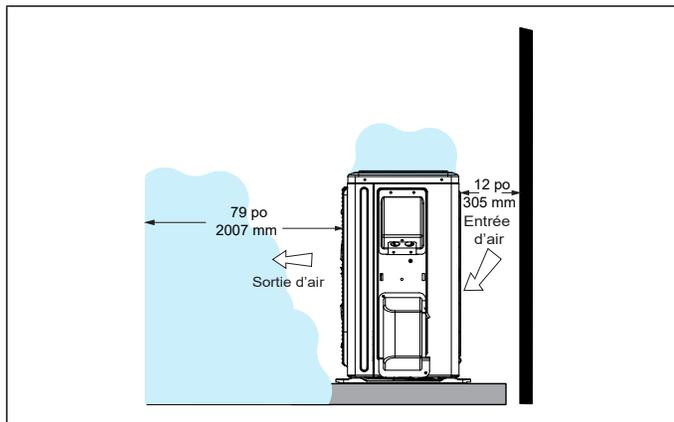

Figure 11. Débit d'air d'une unité extérieure obstruée par de la neige
- Dans certaines régions fortement enneigées, ne pas placer l'unité là où la neige peut s'accumuler comme illustré à la « Figure 11. Débit d'air d'une unité extérieure obstruée par de la neige » à la page 10.